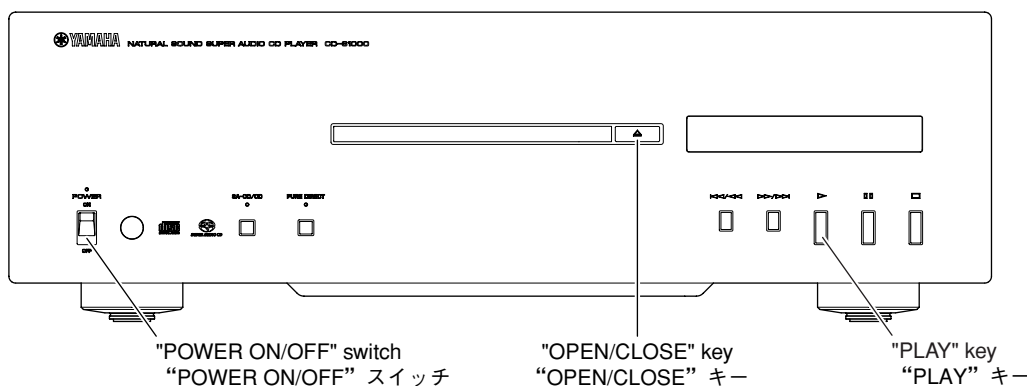

Fig. 7
2. Set the "POWER ON/OFF" switch of this unit to the ON position. (Fig. 7)
3. Press the "OPEN/CLOSE" key of this unit to open the tray. (Fig. 7)
2. 本機の"POWER ON/OFF"スイッチをONにします。(Fig. 7)
3. 本機の"OPEN/CLOSE"キーを押し、トレイを開きます。(Fig. 7)